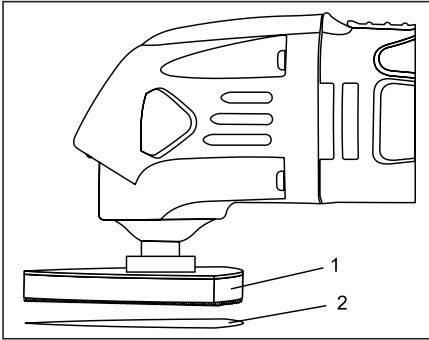

Fig. 3
1. Instalați pad șlefuire ( 1 ) de pe instrumentul ( Fig. 3 ).